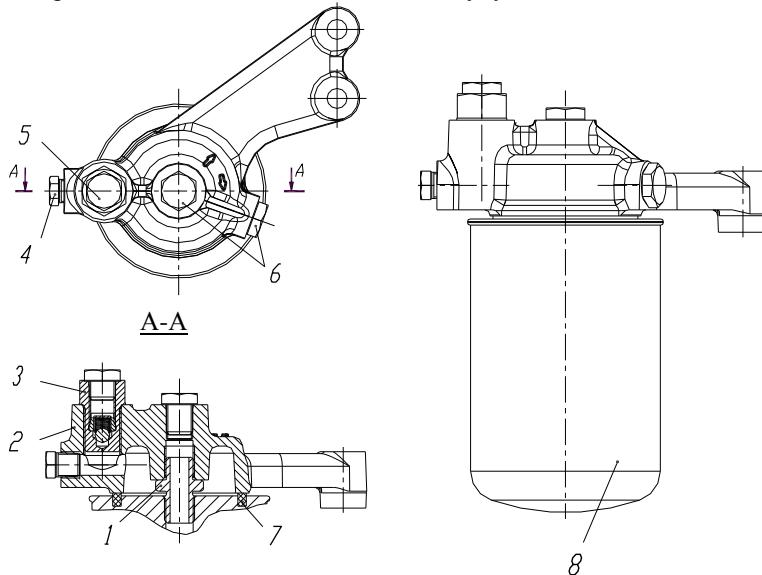

Рис. 21. Фильтр тонкой очистки топлива со сменным фильтром:
Фильтр тонкой очистки топлива (рис. 21) состоит из корпуса 2 с ввернутым к нему штуцером 1 и сменного фильтра для топлива 8. Сменный фильтр выполнен в виде неразборного патрона с металлическим корпусом. Установка сменного фильтра на корпус осуществляется наворачиванием его до упора на центральный резьбовой штуцер 1. Уплотнение между корпусом и сменным фильтром обеспечивается уплотнительным кольцом 7 сменного фильтра. В корпус 2 ввернут клапан жиклер 3. Через клапан жиклер сливаются часть топлива вместе с воздухом, попавшим в систему низкого давления. Клапан жиклер отрегулирован на давление начала открытия 20...40 кПа (0,2...0,4 кгс/см2). При малом давлении в системе, что может наблюдаться при пуске двигателя, клапан перекрывает канал и слива топлива не происходит, питание ЭФУ топливом улучшается.
2. Отвернуть сменный фильтр для топлива 8 (см. рис. 21). В случае затруднённого отворачивания фильтра использовать специальный съёмник.